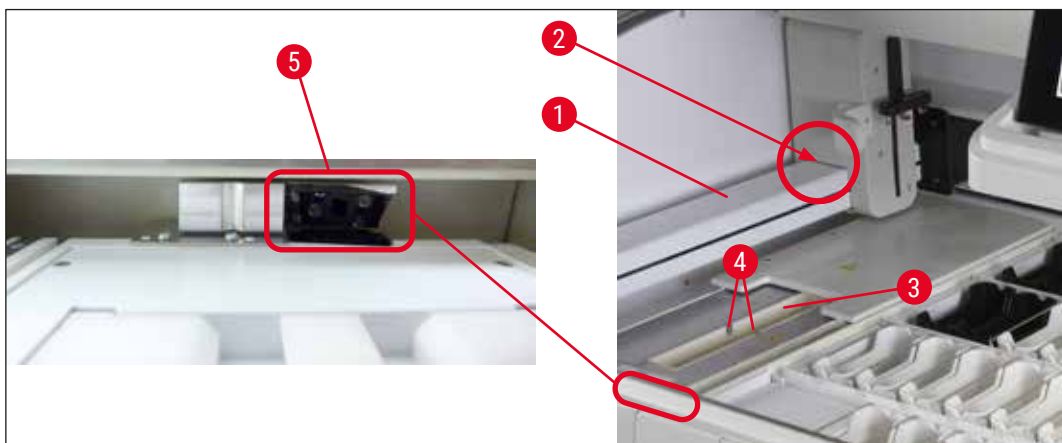

Fig. 95
- Når du bruger den ekstra stregkodelæser, kan der opsamles snavs fra objektglasstativerne i og omkring tælleren til objektglas (→ "Fig. 95"). Brugeren skal derfor kontrollere disse områder grundigt i forbindelse med den daglige opsætning af instrumentet og om nødvendigt rengøre dem med en støvsuger. Det anbefales ikke at anvende klude til rengøringen, da der kan spredes partikler til andre kritiske områder på instrumentet.